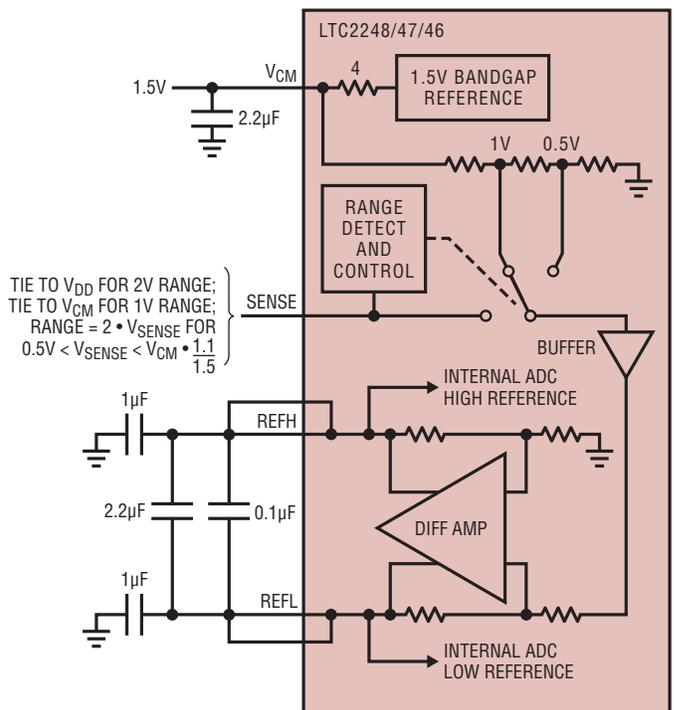

図9. 等価リファレンス回路
1.5Vのバンドギャップ・リファレンス、差動アンプ、およびスイッチングと制御の回路で構成されるLTC2248/LTC2247/LTC2246のリファレンス回路を図9に示します。内部電圧リファレンスはピンで選択可能な2V (差動±1V) または1V (差動±0.5V) の2つの入力レンジに設定することができます。SENSEピンをV_{DD}に接続すると2Vの範囲が選択され、SENSEピンをV_{CM}に接続すると1Vの範囲が選択されます。
差動アンプはADCの“H”リファレンスと“L”リファレンスを生成します。高速スイッチング回路がこれらの出力に接続されているので、これらの出力は外部でバイパスする必要があります。各出力には2つのピンがあります。パッケージのインダクタンスを減らすために複数の出力ピンを必要とします。バイパス・コンデンサは図9に示すように接続する必要があります。